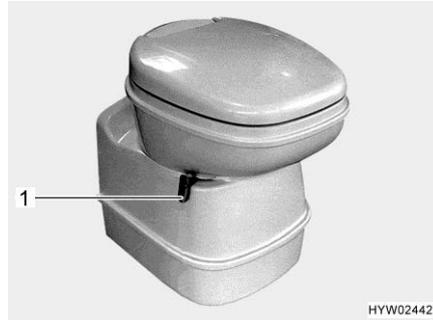
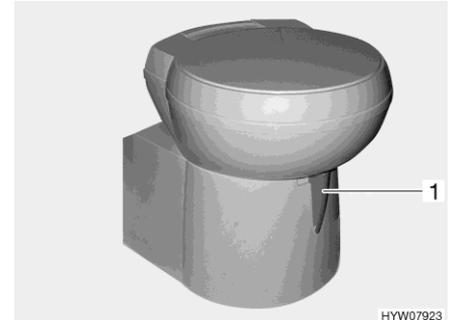

Bild 291 Thetford-Toilettenschüssel, schwenkbar
Bild 292 Thetford-Toilettenschüssel, schwenkbar (Alternative)
- Vor dem Spülen den Schieber der Thetford-Toilette öffnen. Dazu den Schieberhebel (Bild 291,1 bzw. Bild 292,1) entgegen dem Uhrzeigersinn schieben.